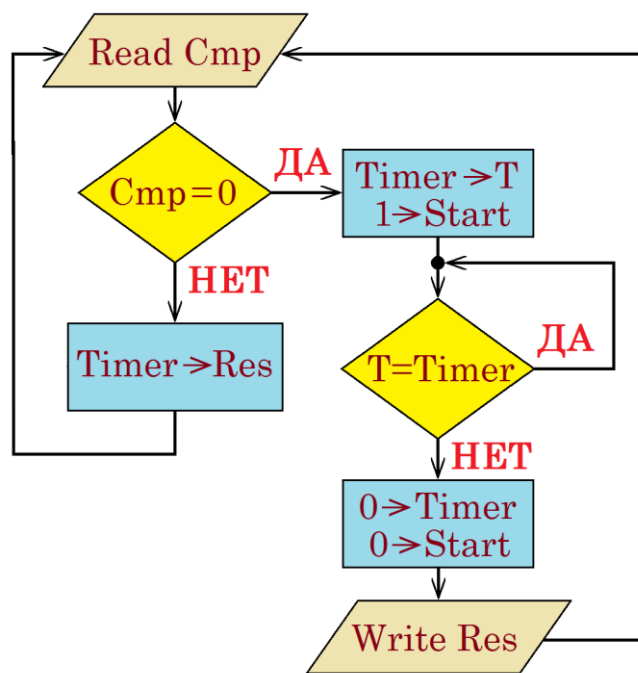

Рис. 4. Алгоритм работы микроконтроллера рис. 2
Схема алгоритма работы микроконтроллера приведена на рис. 4.
3. Собрать по схеме рис.4 преобразователь напряжения в частоту. Подобрать ёмкость конденсатора преобразователя такой, чтобы при максимальном входном напряжении U_{\max} на длительности $1/(2f_0)$ укладывалось 2^N импульсов. При этом контролировать, чтобы при максимальном входном напряжении операционные усилители преобразователя не входили в состояние насыщения, добиваясь этого изменением соответствующих сопротивлений. Следует отметить, что ёмкость конденсатора не должна быть меньше по крайней мере 100 нФ, поскольку при меньших её значениях начинает сильно сказываться ток утечки выхода DIS интегрального таймера 555.